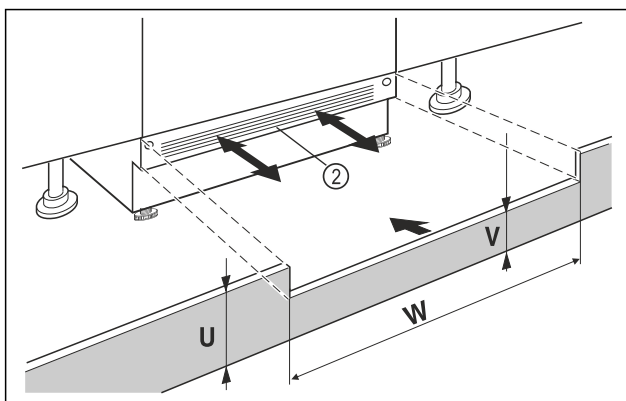

Fig. 37 Shembull ilustrues
- ▶ Vendosni kapakun e bazamentit të pajisjes Fig. 37 (2) por mos e fiksoni akoma.
- ▶ Kur kapaku i bazamentit është i dukshëm Fig. 37 (2), tërhiqeni atë përpara deri në atë pikë që buza e përparme e rrjetës së ajrimit dhe kapaku i bazamentit të mobilies të jenë në një nivel.
- ▶ Kur kapaku i bazamentit është i fshehur Fig. 37 (2), shtyjeni atë plotësisht prapa.
- ▶ Sigurohuni që kanalet e ajrimit të jenë plotësisht të lira: Nëse nevojitet, shkurtoni lartësinë e kapakut të bazamentit të mobilies Fig. 37 (U)!
- ▶ Përshtatni lartësinë Fig. 37 (V) nën kapakun e bazamentit të pajisjes Fig. 37 (2) përgjatë gjerësisë së dollapit Fig. 37 (W).